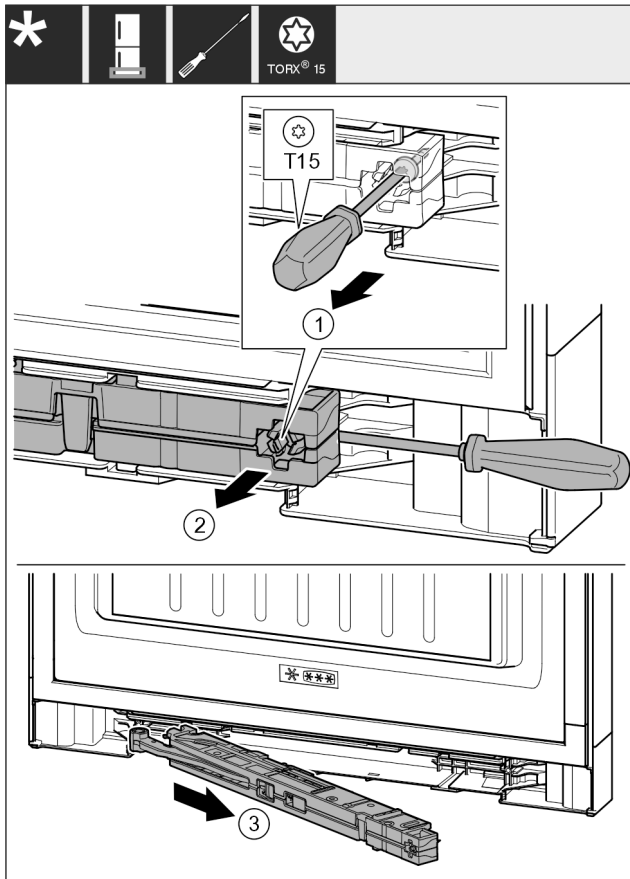

Fig. 17
- ▶ Λασκάρετε τη βίδα από τη μονάδα αποσβεστήρα κλεισίματος με κατσαβίδι T15 περ. 14 mm. Fig. 17 (1)
- ▶ Περάστε το κατσαβίδι από την πλευρά της λαβής πίσω από τη μονάδα αποσβεστήρα κλεισίματος. Περιστρέψτε τη μονάδα προς τα εμπρός. Fig. 17 (2)
- ▶ Τραβήξτε έξω τη μονάδα. Fig. 17 (3)